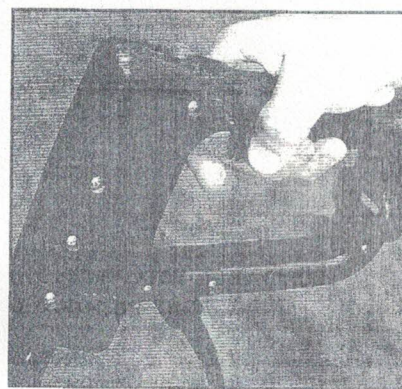

Рис. 3
5. Нажмите пусковые рычаги для начала вспашки. (рис. 3)